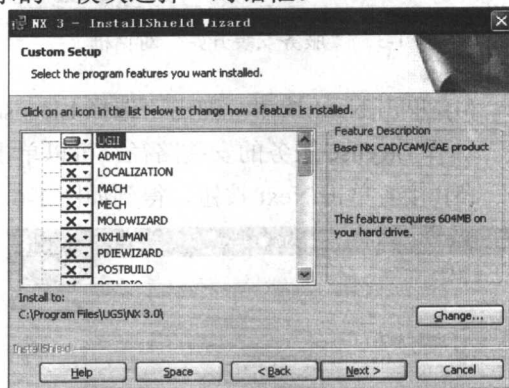

图 1-10 “模块选择”对话框
(4) 如果用户熟悉 UG 系统的各个模块或者有特殊要求, 可以选择 Custom 安装方式来进行安装。单击 Next 按钮, 弹出如图 1-10 所示的“模块选择”对话框。